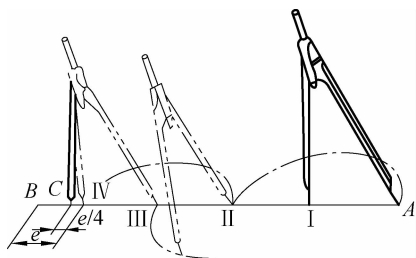

图 1-1-12 用分规等分线段
(2) 分规。分规是用来量取尺寸和等分线段的工具。为了准确地度量尺寸,分规两腿端部的针尖应平齐。等分线段时,将分规两针尖调整到所需的距离,然后用右手拇指和食指捏住分规手柄,使分规两针尖沿线段交替旋转前进,如图 1-1-12 所示。